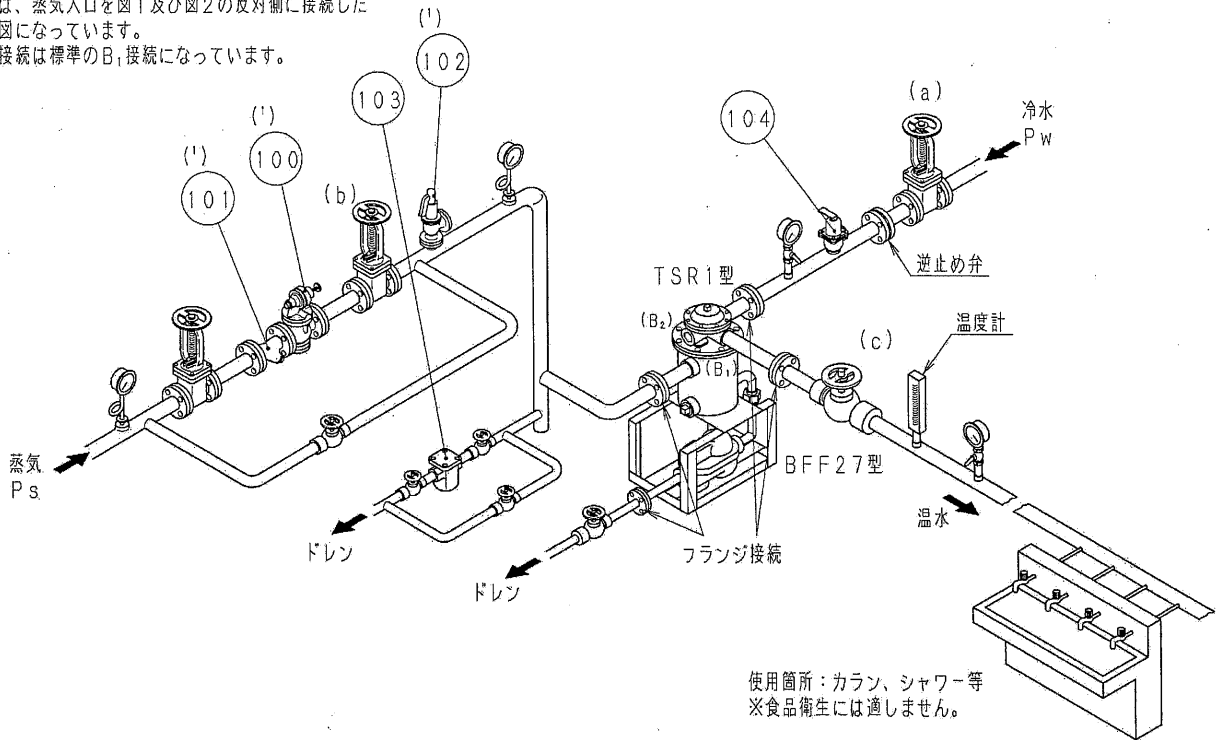

図3 TSR1型の一般的配管例
- (1) 配管に際しては、図 3(6 頁)に示すように必要に応じて周辺機器(100)～(104)及び予備弁を取り付けてください。